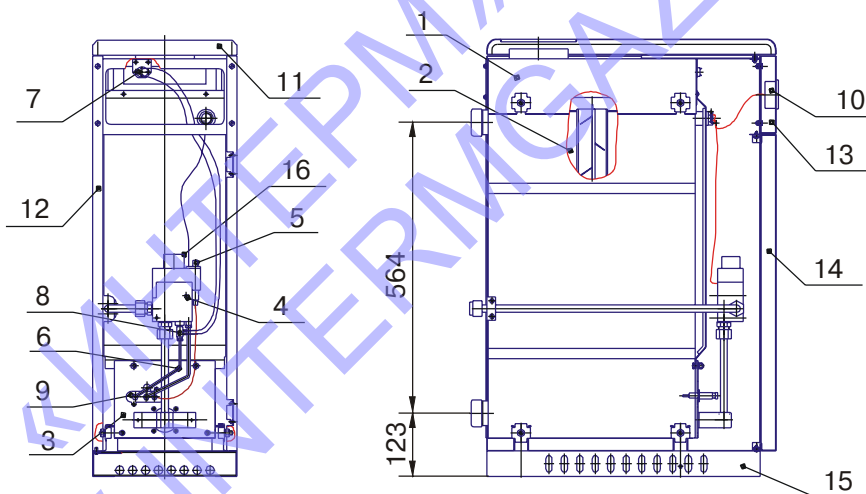

Рис. 1 Аппарат отопительный газовый бытовой с водяным контуром комбинированный :
5.1. Аппарат состоит из следующих основных частей (см. рис. 1): теплообменника, внутри которого расположен змеевик горячего водоснабжения, крышки, газоотводящего устройства, стенок, запальной горелки, основной горелки, рамы, блока газового.